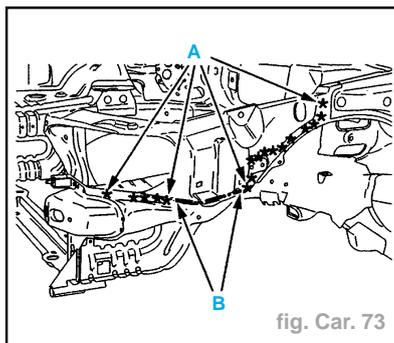

fig. Car. 73
- Découper par fraisage les points (suivant **A**) (fig. Car. 73).